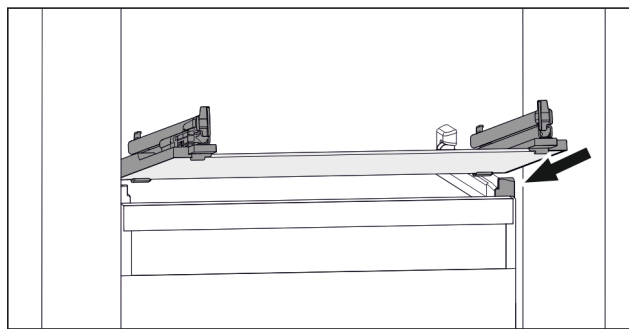

Fig. 111 Příklad znázornění skleněné desky
- ▶ Nasadte skleněnou desku šikmo za zářáčky. (viz Fig. 111)